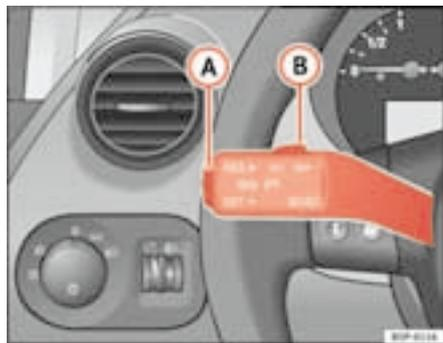

Fig. 141 Palanca de intermitentes y de luz de carretera: mando y tecla basculante para el regulador de velocidad
- Presione la parte superior de la tecla basculante **RES** ⇒ fig. 141 **(A)** para aumentar la velocidad. El vehículo acelerará mientras mantenga la tecla presionada. Al soltar la tecla quedará memorizada la nueva velocidad.
Si se reduce la velocidad programada pisando el pedal del freno, se desactiva el regulador de velocidad. Si quiere activar de nuevo el regulador, bastará con presionar una vez la parte superior de la tecla basculante **RES+** ⇒ fig. 141 **(A)**.